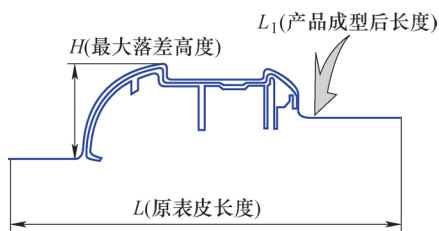

图5 表皮拉伸率示意
(3) 表皮拉伸率是指表皮在成型时被拉伸后的长度与原表皮长度的比例。产品大面平均拉伸率（见图5）建议130%~140%，局部端头拉伸较大区域建议 $<180\%$ 。